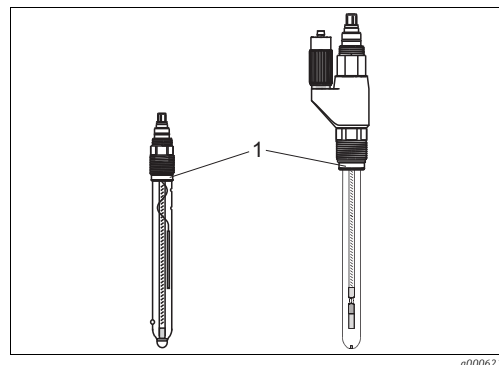

Рис. 20: Монтаж датчика
1. Снимите с датчика защитную крышку. Убедитесь в том, что стержень датчика оснащен уплотнительным кольцом и упорным кольцом (Рис. 20).